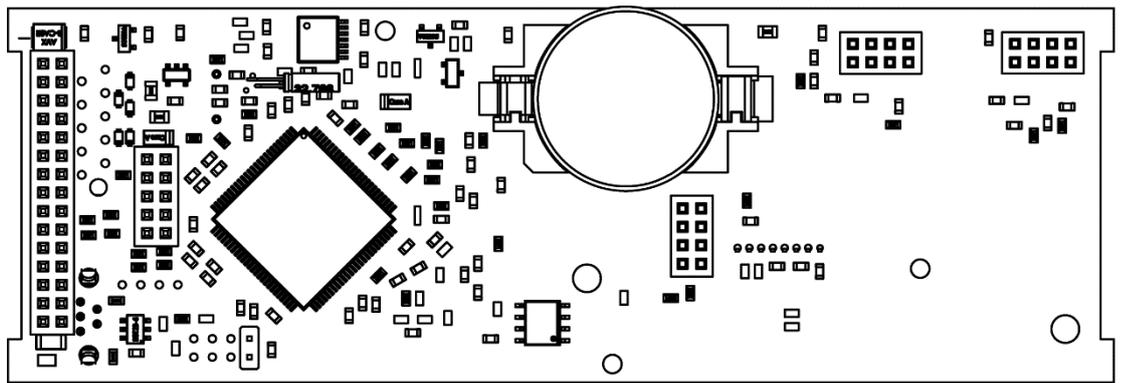

Abb. G.3 Rückseite der oberen Leiterplatte
3. Drehen Sie die obere Leiterplatte, hebeln und ziehen Sie die CR2032-Batterie mit einem Schraubendreher aus der Halterung (Abb. G.3).